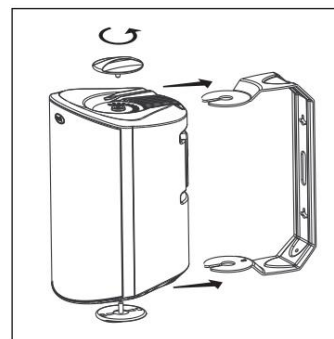

FIGURA 10: Rotiți butoanele de pe suport pentru a scoate suportul.
4. Folosind găurile în formă de gaură de cheie de pe suport ca șablon, marcați poziția celor două găuri la locul de instalare cu un creion. Pentru a face acest lucru, scoateți butoanele inferior și superior din suport și îndepărtați suportul [figura 10].